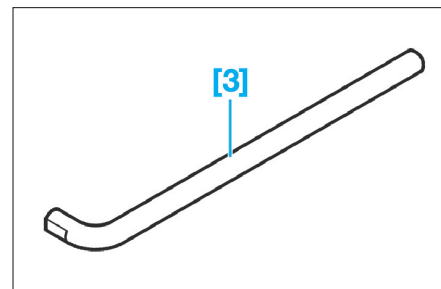

FIG. 14
- [3]. Levier d'ouverture (réf : 999 7088) (Fig.14).